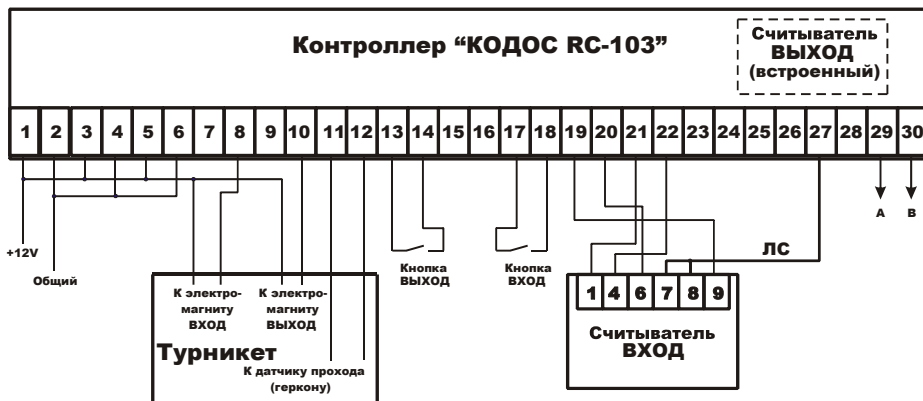

Рисунок 9 – Схема подключения (вариант 1)
В режиме работы **со встроенным считывателем** линия синхронизации (ЛС, см. рисунок 9) создается при помощи однопроводной шины, соединяю-
- клеммы 7, 8 считывателя 1 при синхронизации подключаются к контакту 27 разъема Х3 контроллера (см. рисунок 9).